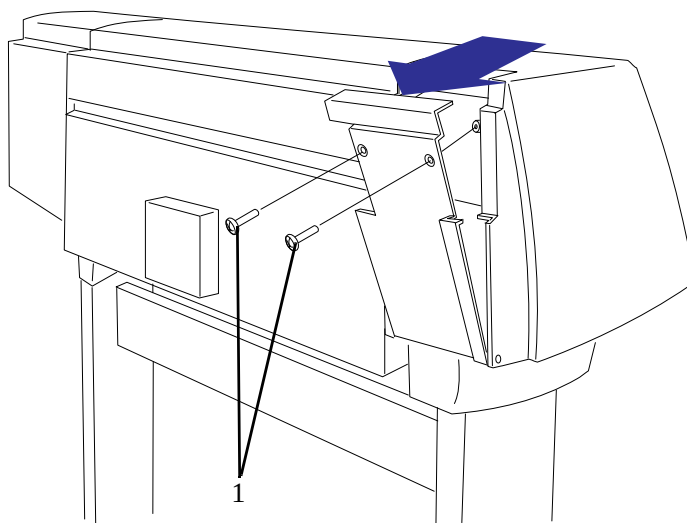
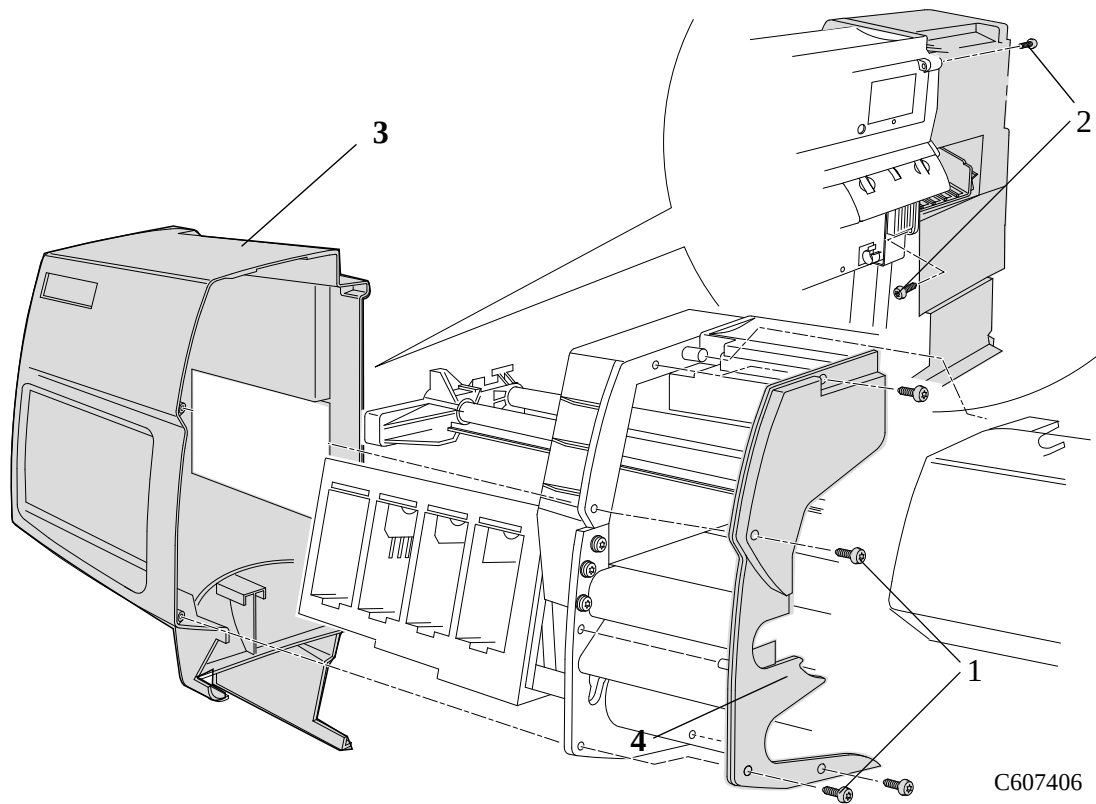

Figura 8: Tampa esquerda
Figura 15: Tampa esquerda
Consulte da Figura 8 à Figura 15.
1. Abra a porta atrás da tampa esquerda removendo os dois parafusos T-15 (item 1) (consulte a Figura 8).
Nos passos a seguir, consulte a Figura 15.